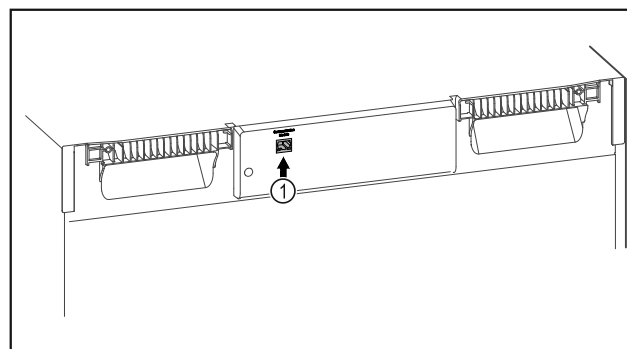

Fig. 120
- SmartModule Fig. 120 (1) naudojamas.